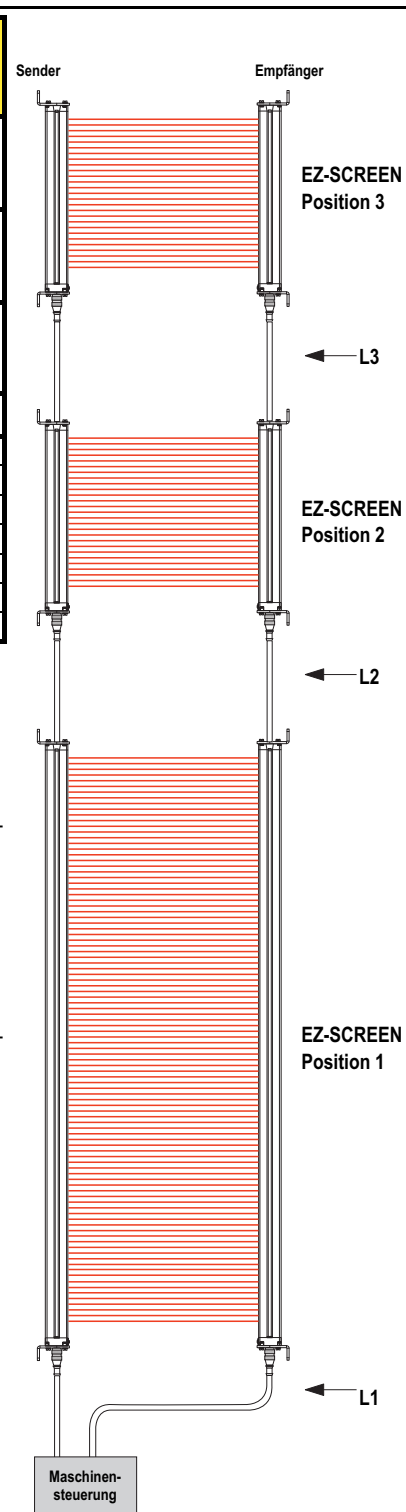

Abbildung 50 Mögliche Kabellängen für drei Lichtvorhänge in Kaskadenschaltung
- Bestimmen Sie anhand der Tabelle in Abbildung 50 auf Seite 95 die maximale Länge L3.
Zur Ermittlung der Kabellängen für drei Lichtvorhänge in Kaskadenschaltung siehe Abbildung 50 auf Seite 95. Siehe auch Beispiel 1 und 2.